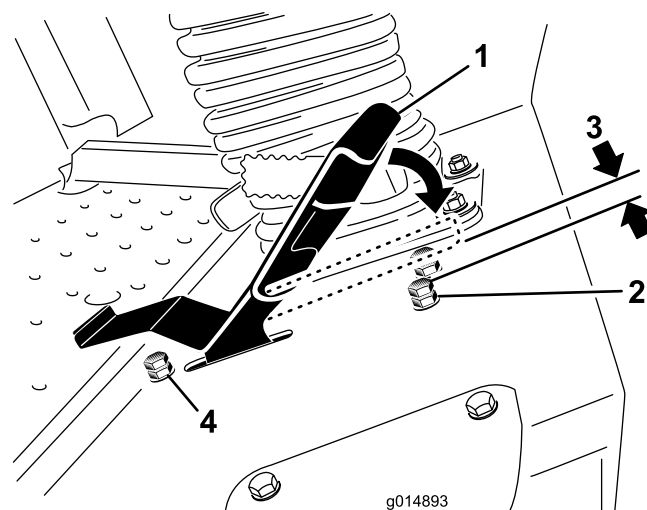

**Figure 47**
- Si la roue arrière gauche tourne, desserrez les écrous de blocage sur la tige de commande de transmission gauche (Figure 47).